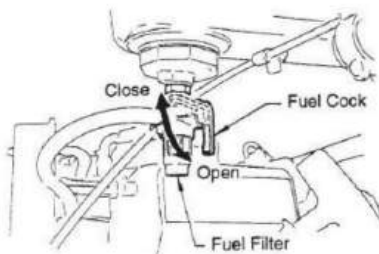

Figura 5
2. Chiudere la valvola di intercettazione del carburante spostando la leva del rubinetto del carburante verso Posizione CHIUSA. Vedere Figura 5.